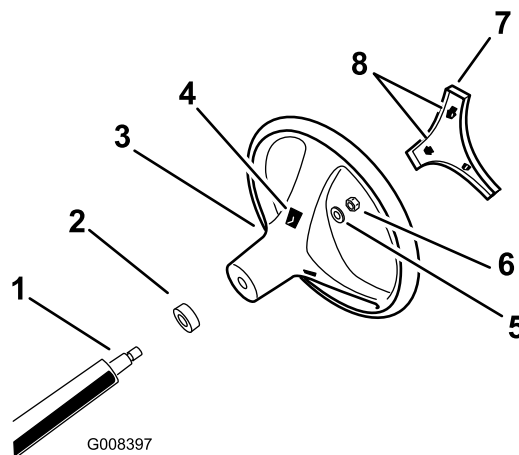

Рисунок 3
- Закрепите рулевое колесо на валу с помощью гайки (Рисунок 3). Затяните гайку с моментом 24-29 Н•м.